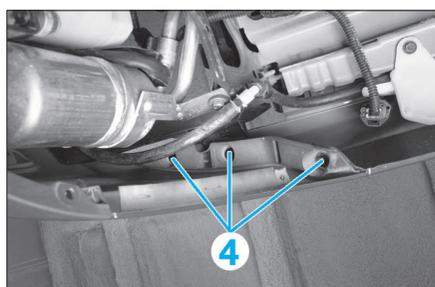

FIG. 5
- les 3 vis de fixation (4) du bouclier (Fig.5) dans le passage de roue.